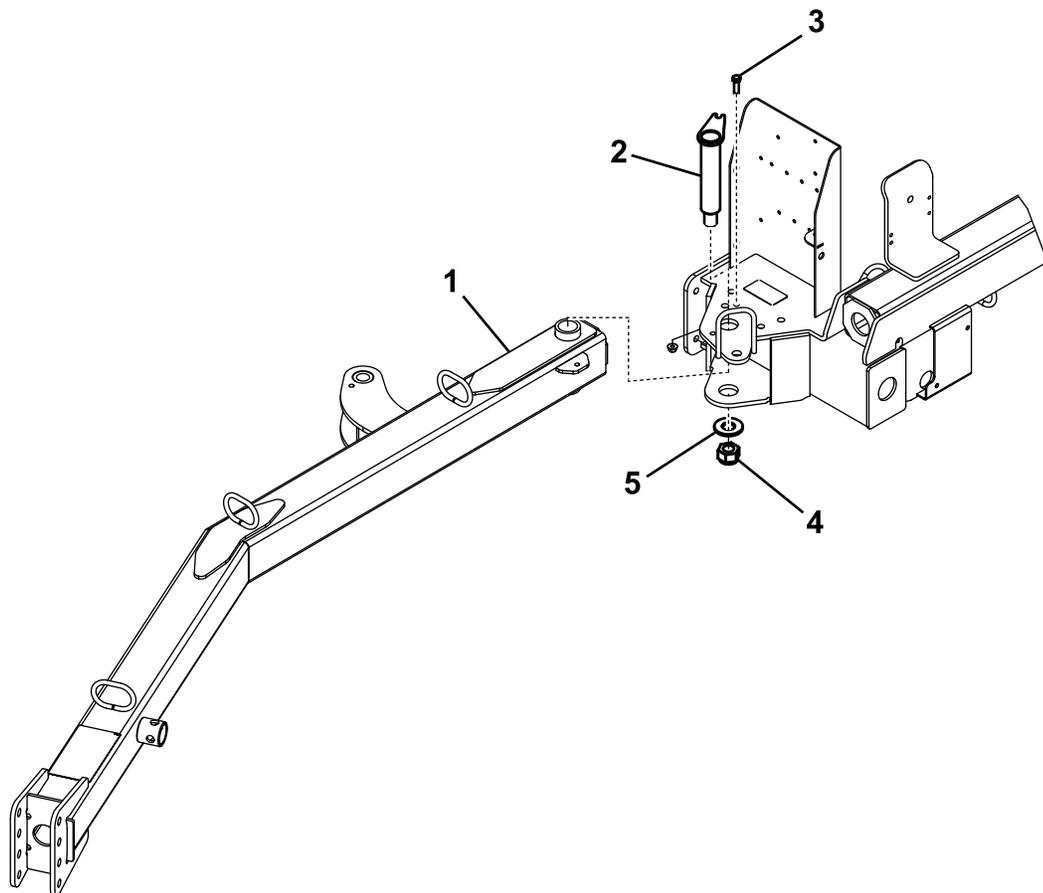

図 3
1. ヒッチトングの後端部をマシンの取り付けプレートの中に入れ、取り付け穴を整列させる図 図 3。
2. 取り付けプレートとヒッチトングにヒッチピンを通す図 3。
3. 図 3のように、ヒッチピンの上部を取り付けプレートに固定するボルト $\frac{3}{8}$ x 1 $\frac{1}{4}$ "とロックナット $\frac{3}{8}$ "を使用する。
4. ヒッチピンの下部を固定する大きいワッシャ、大きいナット、角頭の固定ねじを使う図 3。